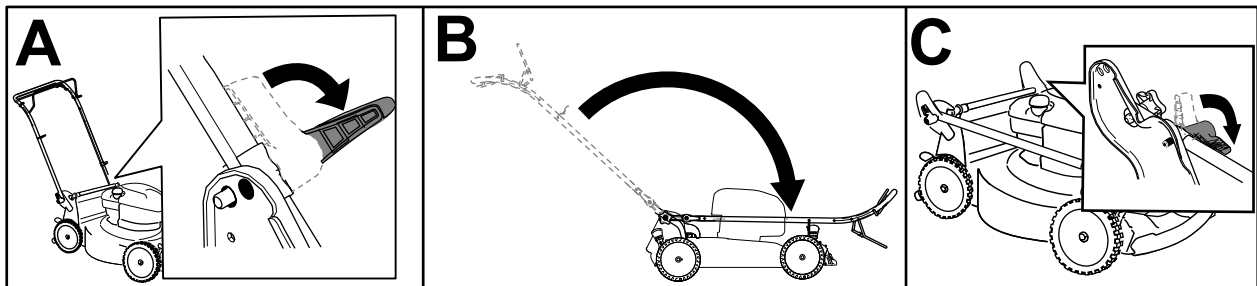

Bild 18
3. Lösen Sie die Holmarretierungen (A in Bild 18).
4. Klappen Sie den Holm ganz nach vorne (B in Bild 18).
5. Verriegeln Sie die Holmarretierungen (C in Bild 18).